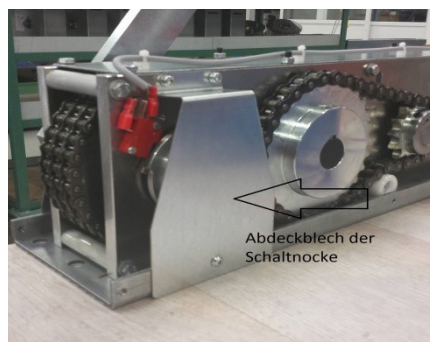

Bild 1
2. Abdeckblech an der Schaltnocke demontieren (siehe Bild 1)